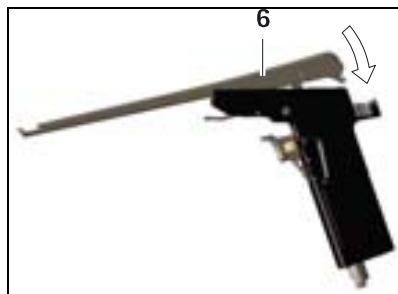

Fig. 6
- Insira a haste **6** na direção da seta e em movimento circular empurre-a até ela encaixar, veja a fig. 6. O perfurador ósseo pneumático KAIRISON 1 está pronto para a operação.